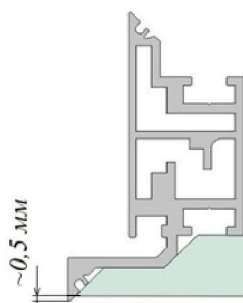

Рисунок 18
4) Проверить все уровни коробки при помощи нивелира (коробка должна выступать на 0,5 мм за плоскость стены, чтобы кромка коробки выполняла роль штукатурного маяка (рис. 18)).